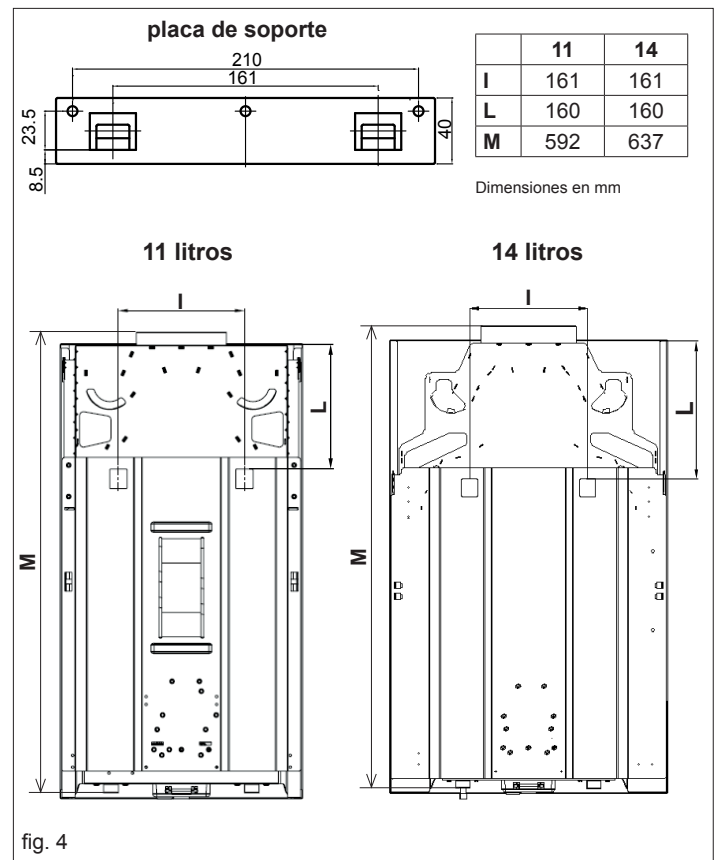

fig. 4
- En la fig. 4 se indican las medidas del equipo para su fijación a la pared.